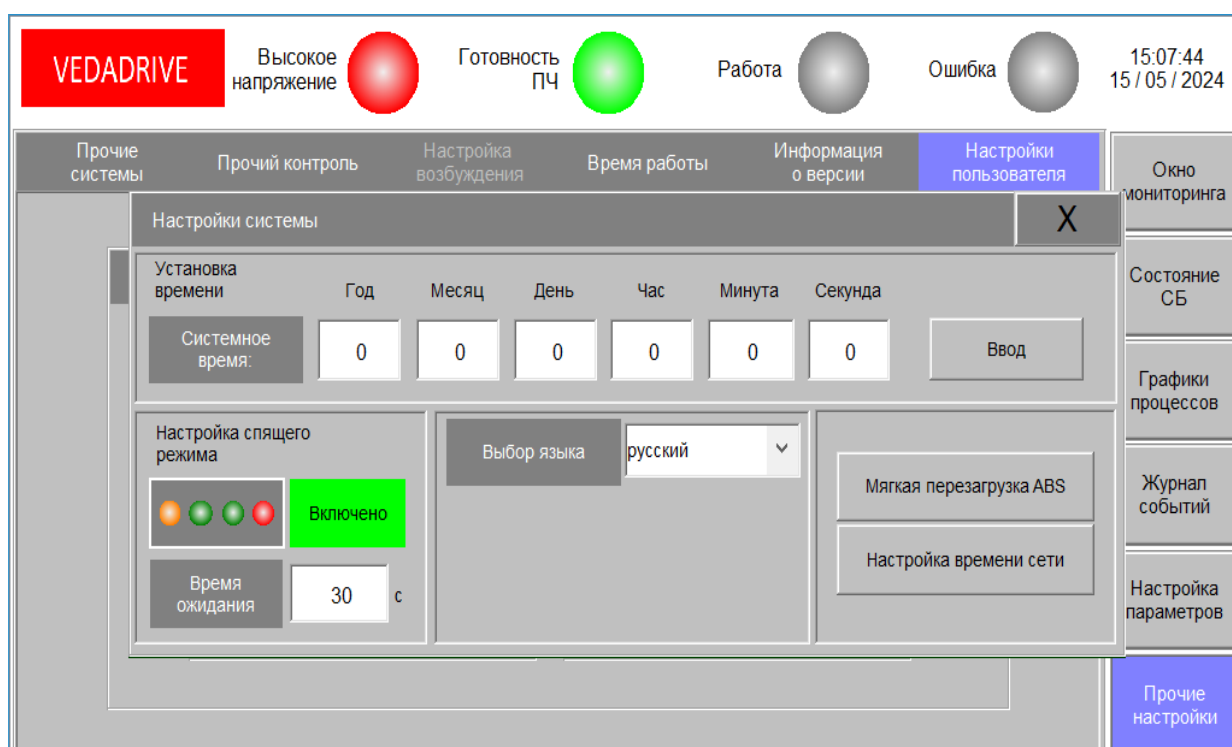

Рис. 5.9 – Системные параметры
- Системные параметры (см. рис. 5.9) - установка времени, настройка спящего режима HMI-панели, выбор языка интерфейса (доступны: русский, английский, китайский, немецкий, французский), перезагрузка системы;